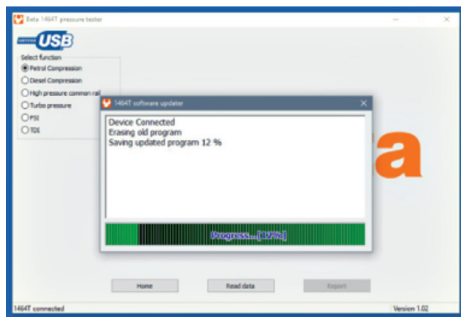

Abb. 6
gedrückt zu halten (siehe Abb. 6).
- Nach erfolgter Erkennung des Testers wird der Aktualisierungsvorgang gestartet (siehe Abb. 6).